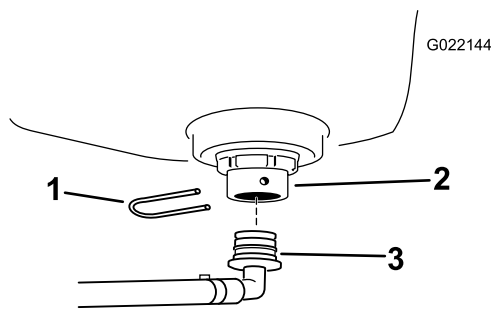

Figura 4
1. Instale a união do anteparo no depósito de lavagem (Figura 4).